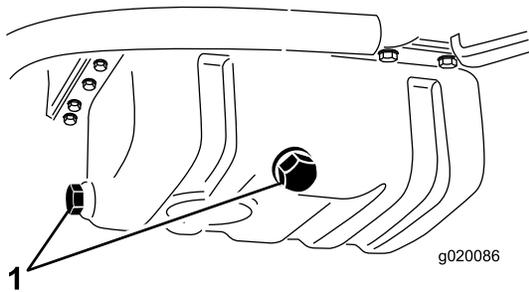

Figura 56
2. Retire o tampão de escoamento (**Figura 56**) e deixe o óleo escorrer para um recipiente adequado. Quando o óleo parar, volte a montar o tampão de escoamento.